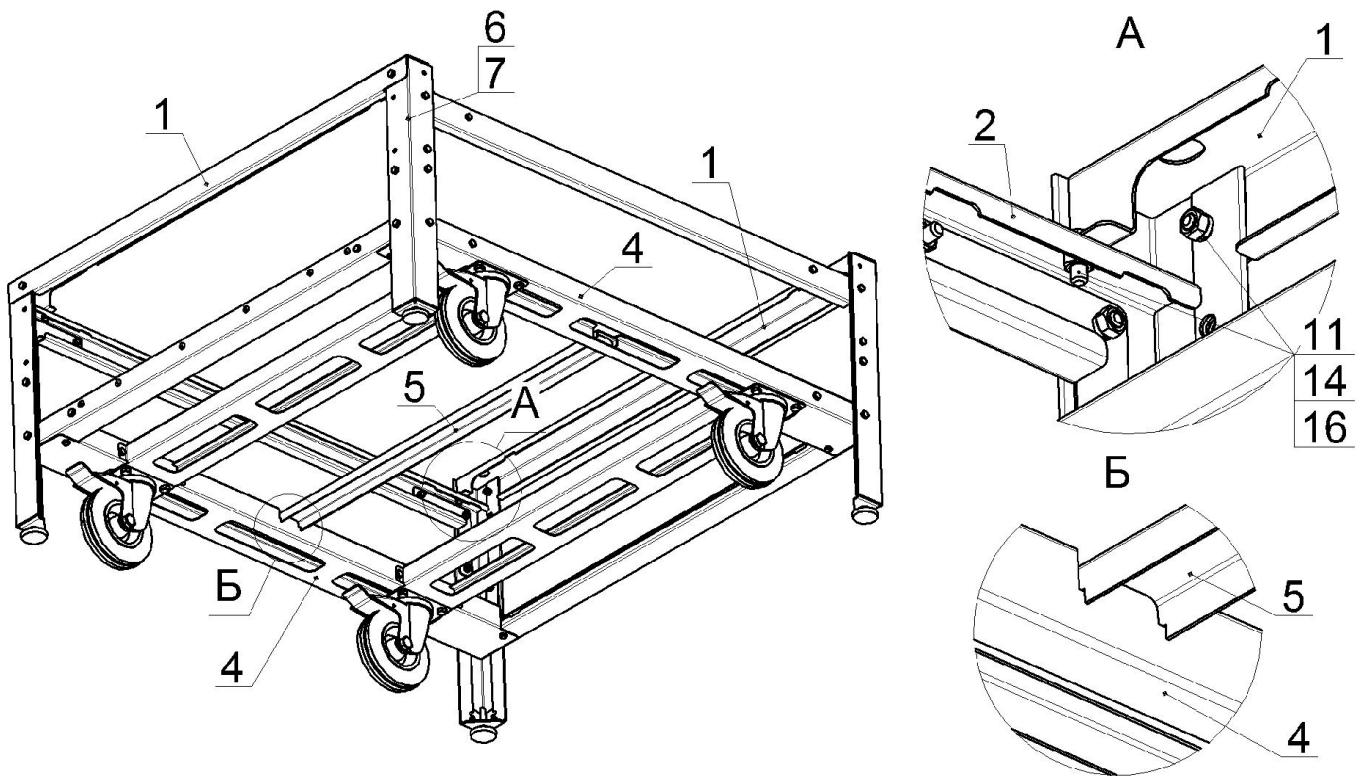

Рис.7
7. Закрепить профили лицевые верхние поз.1 (890мм) на стойках поз.6 и 7 и на профилях боковых верхних поз.2 (880мм) болтами, гайками и шайбами поз.11, 14 и 16, гайки не затягивать, как показано на рис.7.. Вложить в пазы на профилях боковых, нижних, поз 4 профиль поддержки сегментов полки поз.5 (713мм), как показано на рис.7. Проверить равенство диагоналей. Затянуть все гайки: